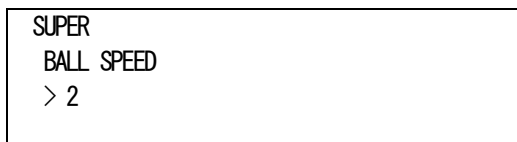

図4-40 オンスクリーンメニュー(BALL SPEED例)
- 1) SUPERメニューで「BALL SPEED[BSPD]」を選択し、**ENTER**ボタンを押すと図4-40のような設定メニューが表示されます。